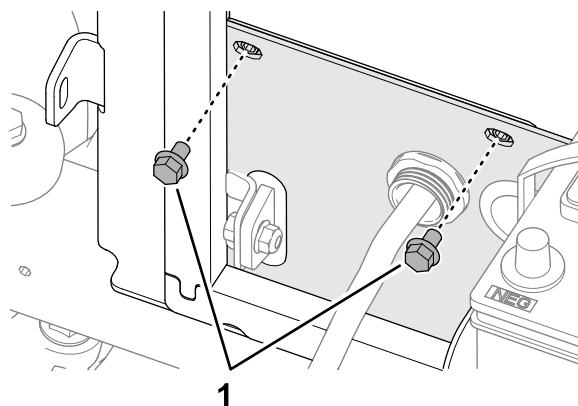

Figura 11
1. Rimuovete le 2 viti a testa cilindrica flangiate (5/16" x 1/2") che fissano il radiatore alla sua staffa (Figura 11).